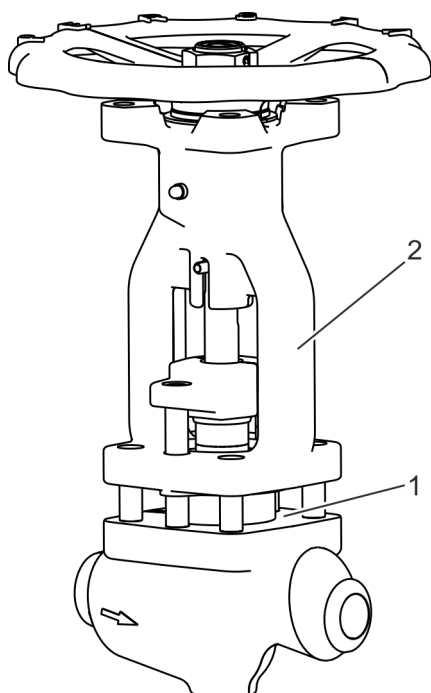

Fig. 31: Mise en place du chapeau en étrier
- 40.** Placer le chapeau en étrier (Fig. 31/2) sur les goujons filetés du carter (Fig. 31/1).